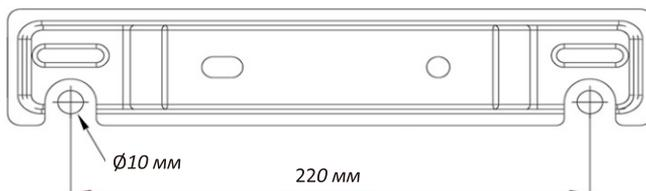

Рис. 1
- **Обязательно используйте для установки аксессуары из комплекта поставки (рис. 1).**
1. После выбора места установки ЭВН определите положение двух установочных отверстий для анкерных крюков (рис. 1).